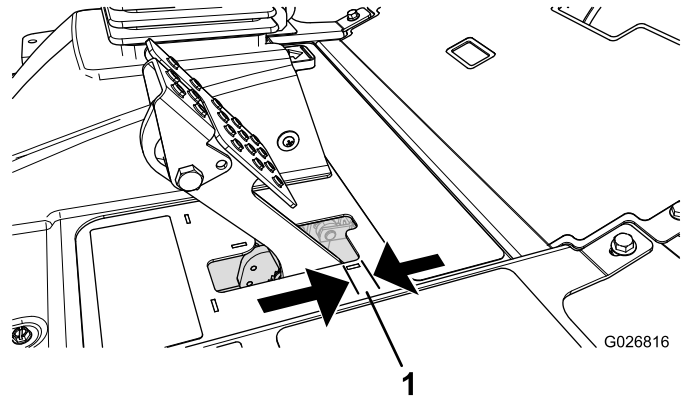

図 66
ブレーキペダルの「遊び」図 66が 2.5cm 以上となったり、強く踏み込まないとブレーキの効きが悪いと感じられるようになったら、調整を行ってください。遊びとは、ブレーキペダルを踏み込んでから抵抗を感じるまでのペダルの行きしろを言います。
2. 後ナットを締めてケーブルを後方に移動させて、ホイールがロックする前のブレーキペダルの遊び図 66が 613mm なるように調整する。